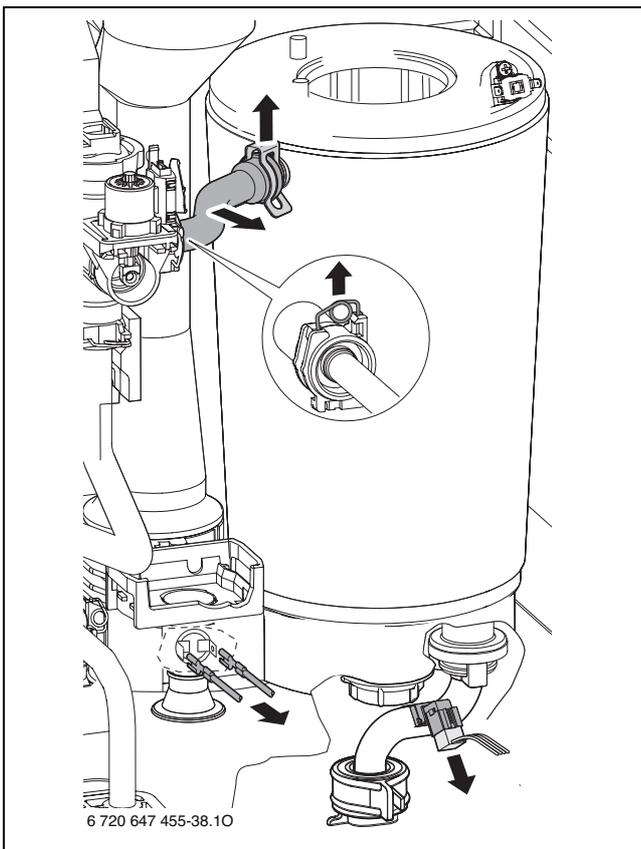

Fig. 82
- ▶ Smontare il tubo di mandata (→ fig. 82).